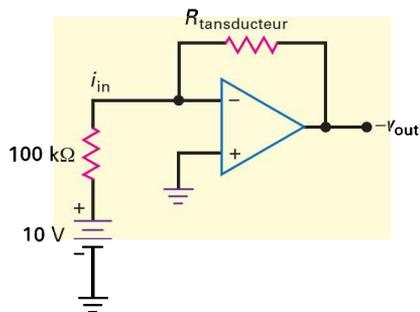

Figure 17.24
- 17.32 La valeur de la résistance de réaction sur la figure 17.24 est contrôlée par les ondes sonores. Si elle varie sinusoidalement de $9\ k\Omega$ à $11\ k\Omega$, quelle est la tension de sortie ?
- 17.33 La température commande la résistance de réaction de la figure 17.24. Si celle-ci varie de $1\ k\Omega$ à $10\ k\Omega$, quelle est la gamme de la tension de sortie ?